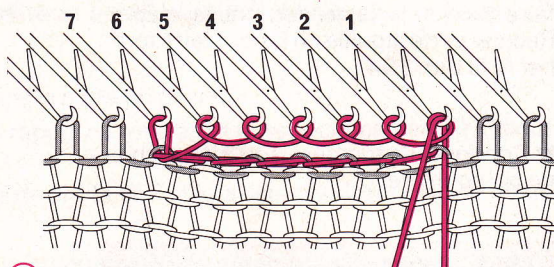

Fig. 171
⑤ Enrouler sans serrer la laine autour des aiguilles 6 - 5 - 4 - 3 - 2 - 1 dans le sens inverse des aiguilles d'une montre (voir page 20). Réaligner ces 6 aiguilles en B (fig. 171).